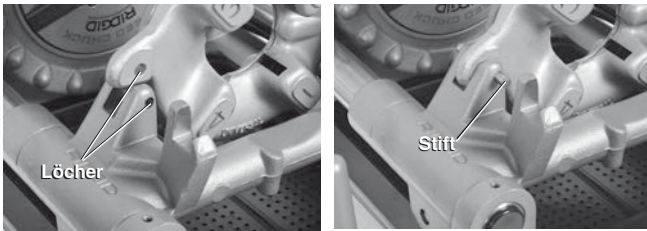

Abbildung 24 – Linksschneidkopf sichern
1. Setzen Sie zur Sicherung einen $\frac{5}{16}$ "-Stift über eine Länge von 2" durch die Löcher in der Schlittenauflage und dem Linksgewindeschneidkopf ein (siehe Abbildung 24).